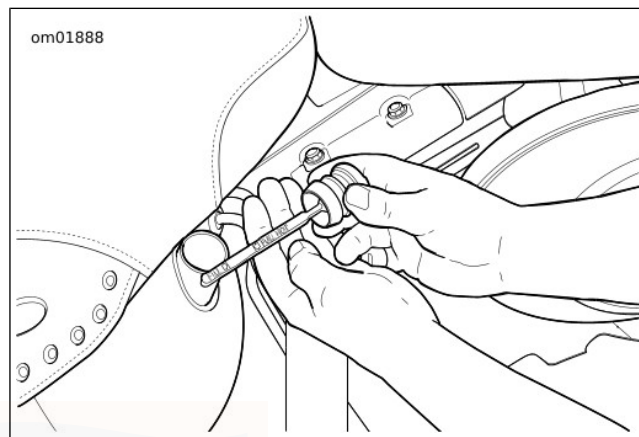

Abbildung 26. Öltankfüllstand prüfen
2. Siehe Abbildung 26. Den Motor-Ölmesststab entfernen.
8. Siehe Abbildung 26. Den Einfüllverschlussstopfen/Ölmesstab vollständig in den Öltank einsetzen.